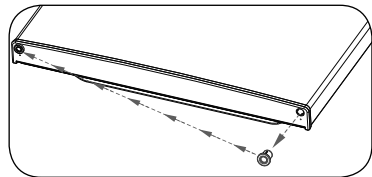

Abb. H2
- ▶ Versetzen Sie die Buchse an der Türunterseite ebenfalls auf die linke Seite (Abb. H2).